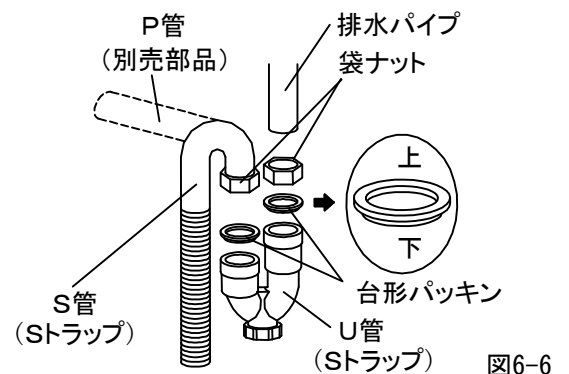

図6-6
- 2、建物側の排水管にP管を差し込んだ後、P管とストラップのU管を確実に接続してください。[図6-6]